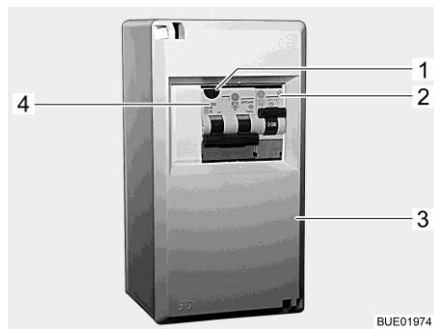
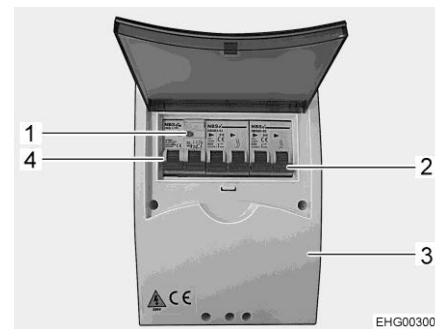

Fig. 196 Coffret de fusibles 230 V
Fig. 197 Coffret de fusibles 230 V (variante)
Un disjoncteur différentiel/de protection de circuit combiné (Fig. 196,4 ou Fig. 197,4) dans le coffret de fusibles (Fig. 196,3 ou Fig. 197,3) protège tout le véhicule contre le courant différentiel (0,03 A).
Sur les véhicules possédant un équipement particulier tel que la climatisation, un disjoncteur de protection de circuit supplémentaire (10 A) (Fig. 196,2 ou Fig. 197,2) protège l'appareil.
- Lorsque le véhicule est raccordé à l'alimentation 230 V, appuyer sur la touche de contrôle (Fig. 196,1 ou Fig. 197,1). Le disjoncteur différentiel doit se déclencher.